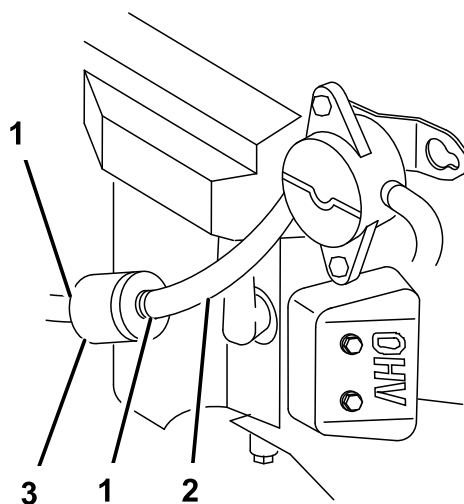

図 53
2. 燃料タンクにごみが入るのを防止するために、キャップ (図 53) の周囲をきれいに拭く。
4. 古いフィルタのクランプをゆるめて脇に寄せる (図 53)。